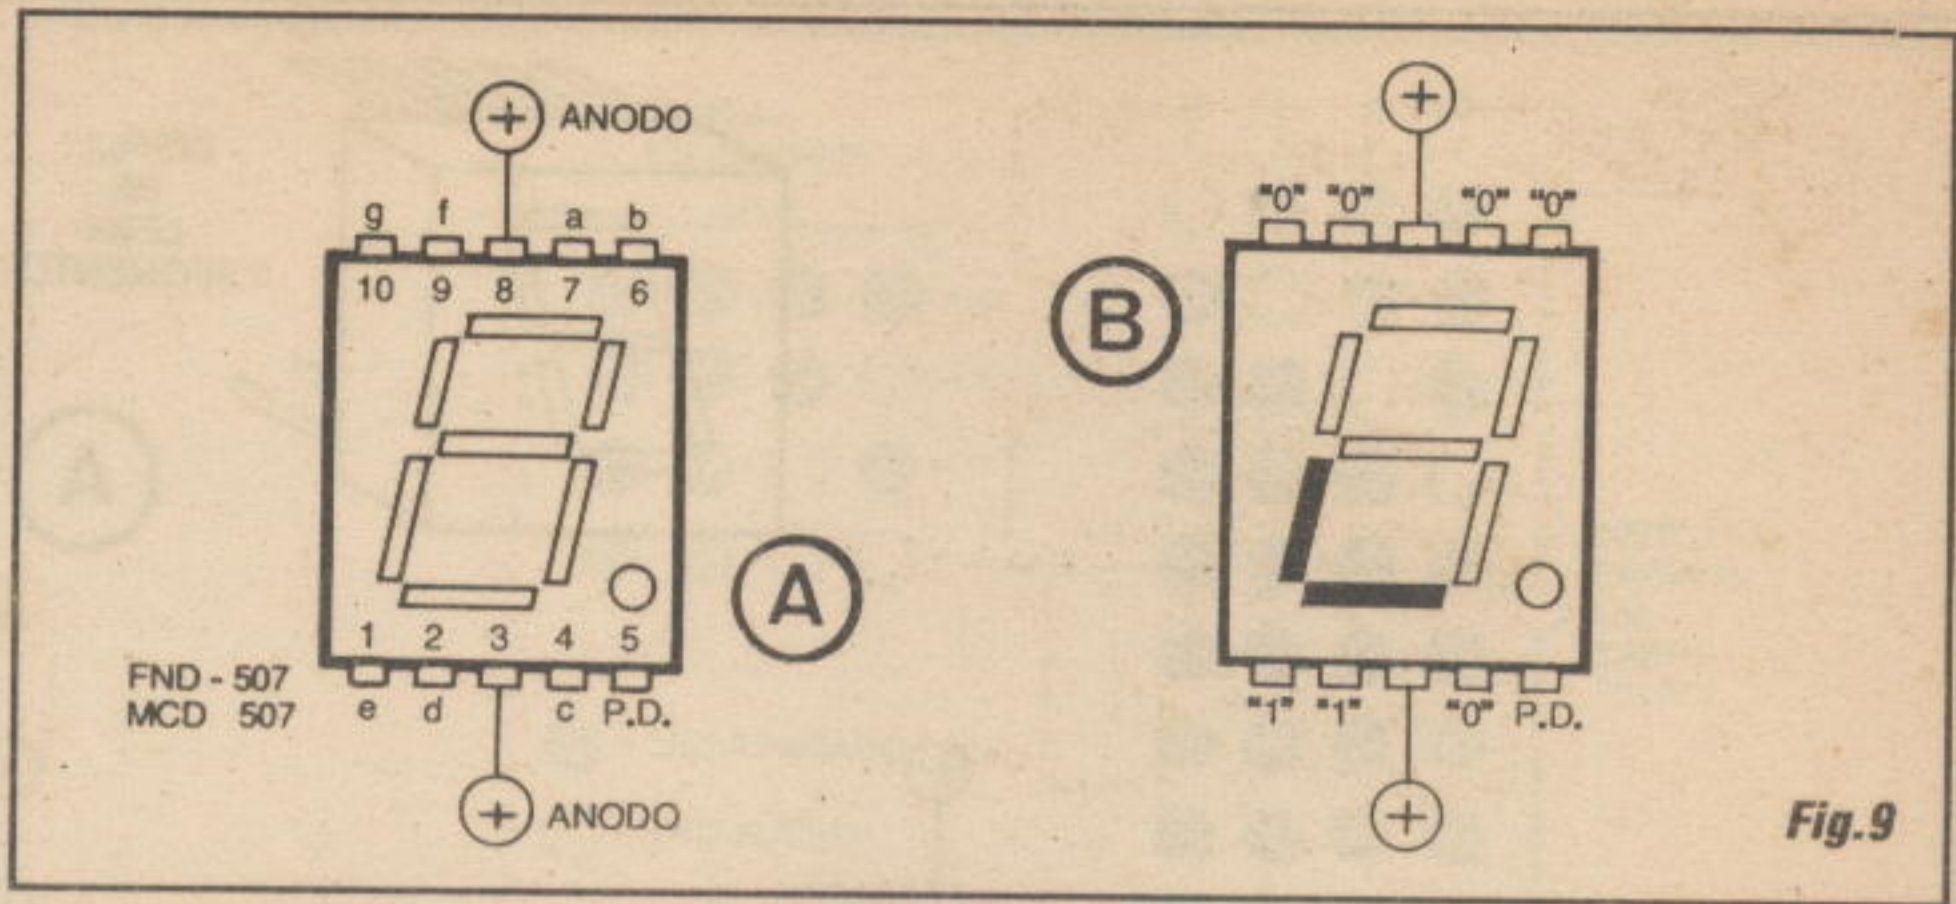

Fig.9
- FIG. 9 - MAIS DETALHES SOBRE OS DISPLAYS DE 7 SEGMENTOS, A LEDs... - Apenas como exemplo ilustrativo, o diagrama mostra um *display* realmente encontrável nas lojas (ou sob código equivalente...), tratando-se de um do tipo **anodo comum**, código FND507 ou MCD507, dotado de ponto decimal... Observem a identificação e a numeração atribuída a pinagem, com o componente observado pela frente (ponto decimal mantido na sua posição de referência, em baixo, à direita...). Notar que a disposição/numeração dos pinos e a correspondências aos segmentos, é razoavelmente padronizada, e quase todos os fabricantes oferecem *displays* individuais **nessa** configuração... Existem, contudo, outros tamanhos, disposições de pinos, devendo sempre ser consultado um *Manual do Fabricante*, para segurança nas aplicações práticas... Também não são incomuns, atualmente, os *displays múltiplos* (vários dígitos incorporados a um único grande bloco...), eventu-